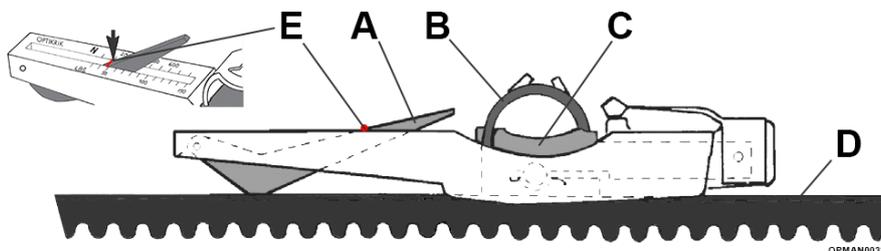

Abbildung 5.36 - Optikrik Riemenspannungsmessgerät und Komponenten
Richtiges Spannen der Riemen mit Hilfe des Optikrik II unter Bezugnahme auf Abbildung 5.36:
- 5.4.1.1 Positionieren Sie das Optikrik auf einem der Riemen in der Mitte einer Länge wie in Abbildung 5.36 dargestellt. Achten Sie darauf, dass der Anzeigearm (A) nach unten in den Messgerätekörper gedrückt wird. Richten Sie das Messgerät so aus, dass der Messgerätekörper parallel zu den Seiten des Riemens anliegt.